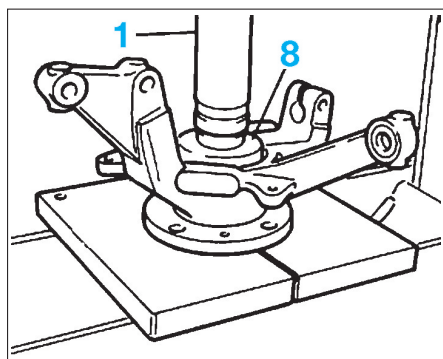

FIG. 24
- À l'aide de la presse (1) et du mandrin de diamètre adapté (8), introduire le moyeu dans le pivot en prenant appui sur les bagues intérieure du roulement (Fig.24).